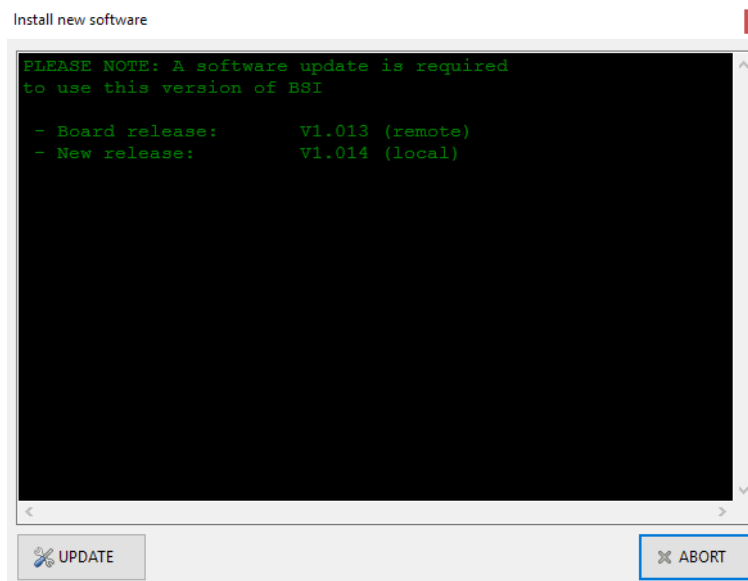

Figura 12
- 5 Nel caso il firmware presente sul dispositivo sia antecedente a quello scaricato dal sito, si presenterà la Figura 12. Premere sull'icona UPDATE per aggiornare il firmware stesso.